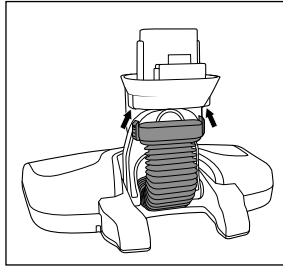

Bild 18
- ◆ Skjut slangstycket över fästet så att upplåsningknapparna **13** snäpper fast (se bild 18).